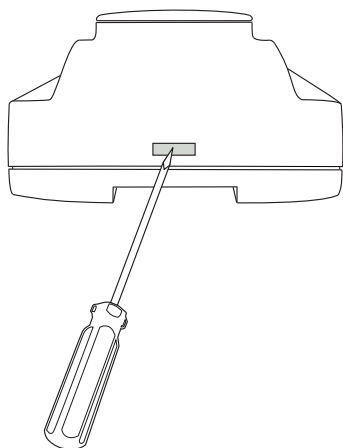

Fig. 9-1 Retirer la façade du boîtier.
2. Retirer la façade du boîtier en appuyant sur les boutons de chaque côté du boîtier, voir *Fig. 9-1*, puis soulever délicatement.